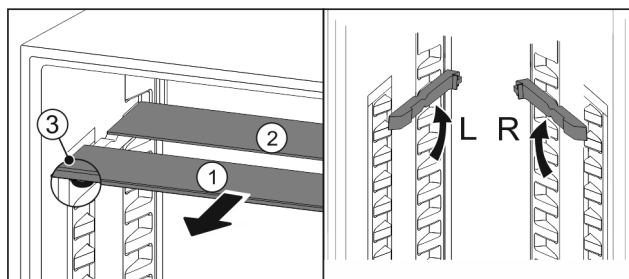

Fig. 84
- ▶ Wyciągnąć Fig. 84 (1) pojedynczo półki szklane do przodu.
- ▶ Płyta szklana Fig. 84 (1) z listwą ozdobną znajduje się z przodu.
- ▶ Stopery Fig. 84 (3) wskazują w dół. Urządzenia z komorą zamrażalnika*